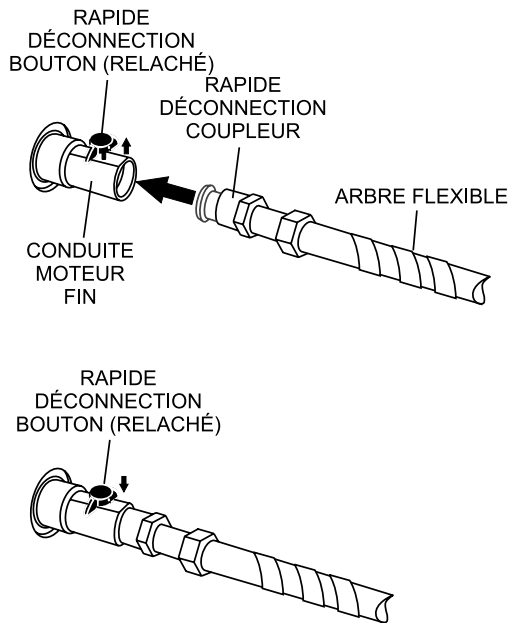

Figure 4. Installation Coupleur FSC
1. Tirez vers le haut sur le bouton de déconnexion rapide du moteur d'entraînement. Insérez l'extrémité du coupleur de l'arbre flexible dans le boîtier du moteur d'entraînement. Référence Figure 4.